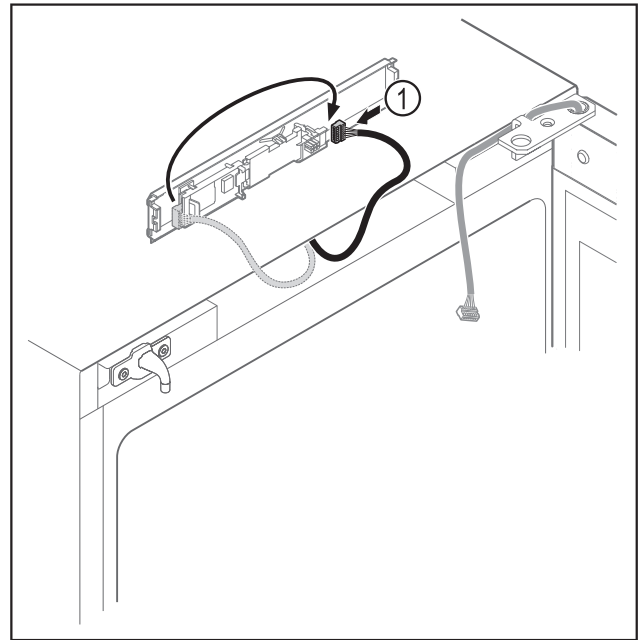

Fig. 13
- ▶ Μεταφέρετε το φιν Fig. 13 (1) στην πλακέτα.